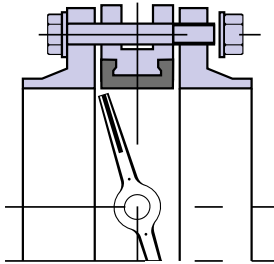

Рис. 4
- Перед началом монтажа диск поворотного затвора необходимо немного приоткрыть, но так, чтобы диск не выходил за корпус дискового поворотного затвора (Рис. 4).